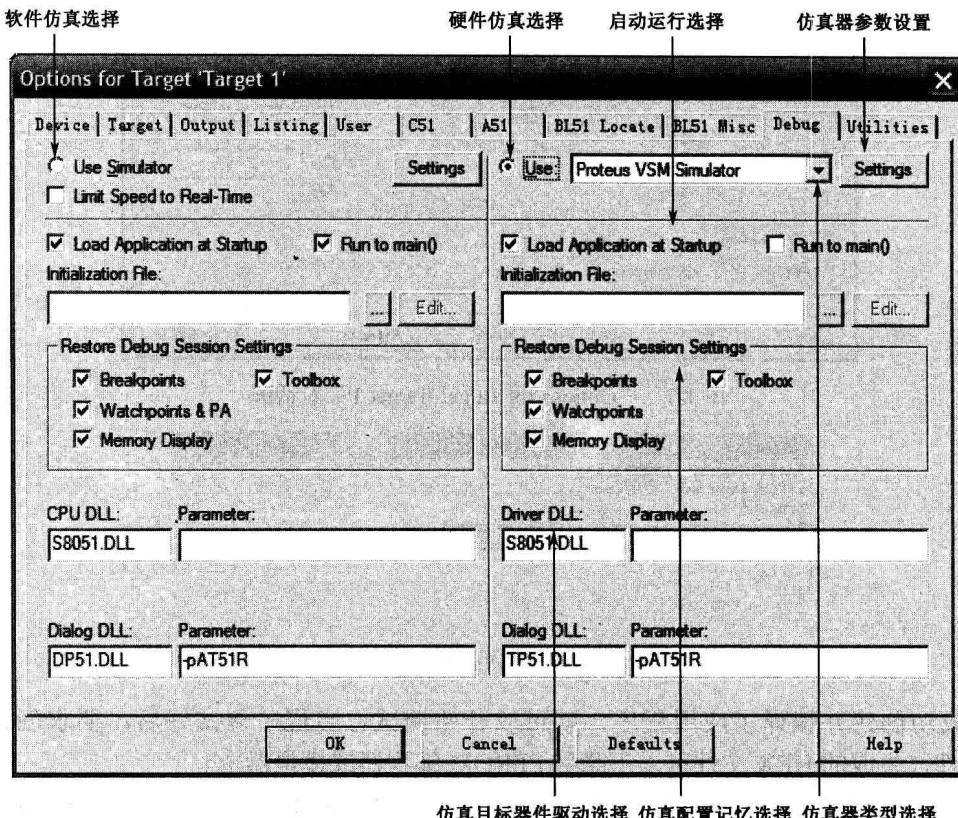

图 1-10 仿真设置
1) 仿真设置 使用μVision4 调试器可对源程序进行测试, μVision4 提供了两种操作工作模式, 这两种模式可以在 “Option for Target ‘Target 1’” 对话框的 “Debug” 选项卡中选择, 如图 1-10 所示。